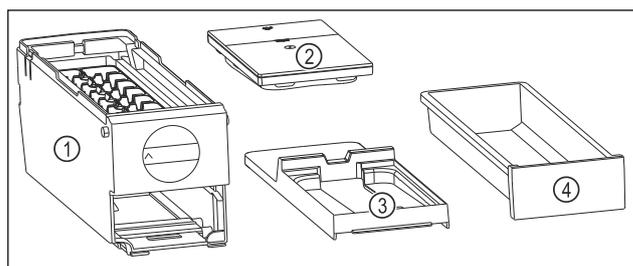

Fig. 91 Компоненти EasyTwist-Ice
- ▶ EasyTwist-Ice складається з чотирьох частин. (див. Fig. 91)
- ▶ Розбирайте EasyTwist-Ice тільки на зображені компоненти. (див. Fig. 91)
- ▶ Очистіть корпус EasyTwist-Ice Fig. 91 (1) без розбирання.